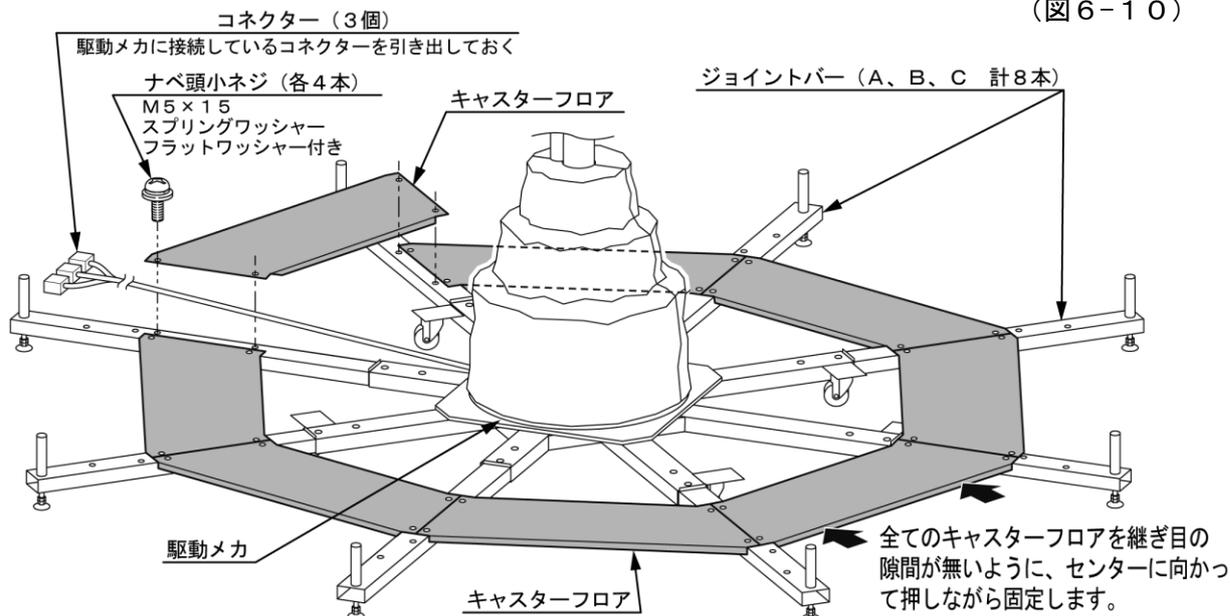

図 6-10 キャスターフロアの取り付け①
(5) キャスターフロアの取り付け
- ① ジョイントバー A、B、C (計 8 本) を繋ぐように、キャスターフロア (8 個) を取り付けます。下図のようにキャスターフロアを置き、付属のナベ頭小ネジ (M5 × 12 各 4 本) で固定します。(図 6-10)
(図 6-10)